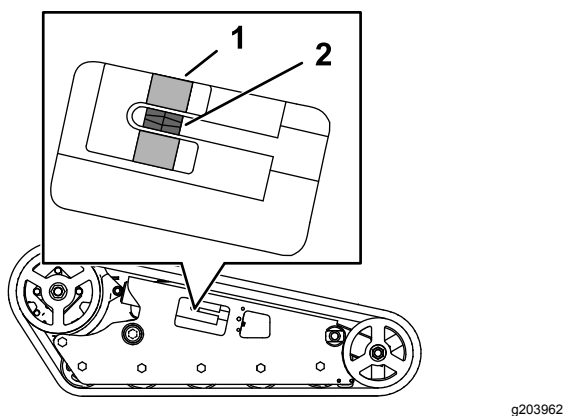

Bild 56
Stellen Sie sicher, dass der Spannblock mit der grünen Führung auf dem Aufkleber ausgefluchtet ist, oder dass der Block 1,3 cm von der Rückseite des Spannungsrohrschlitzes entfernt ist (Bild 56). Stellen Sie sonst die Kettenspannung mit den folgenden Schritten ein:
4. Drehen Sie die Spannschraube mit einer Ratsche ($\frac{1}{2}$ ") nach links, bis der Spannblock mit der grünen Führung auf dem Aufkleber ausgefluchtet ist, oder er 1,3 cm von der Rückseite des Spannungsrohrschlitzes entfernt ist (Bild 56).
8. Stellen Sie sicher, dass sich der Spannblock an beiden Ketten an der grünen Führung auf dem Aufkleber ausgerichtet ist, oder dass er 1,3 cm von der Rückseite des Spannungsrohrschlitzes entfernt ist (Bild 56). Stellen Sie sie bei Bedarf ein.